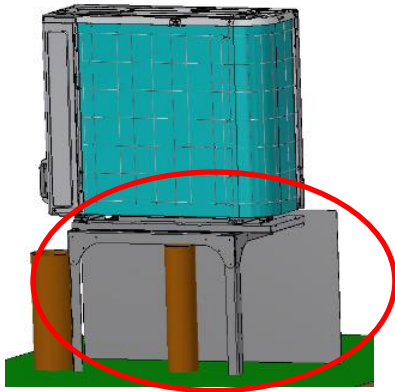

Bild 1
2. Bild1: Unteres Trennbleche am Montagegestell montieren.